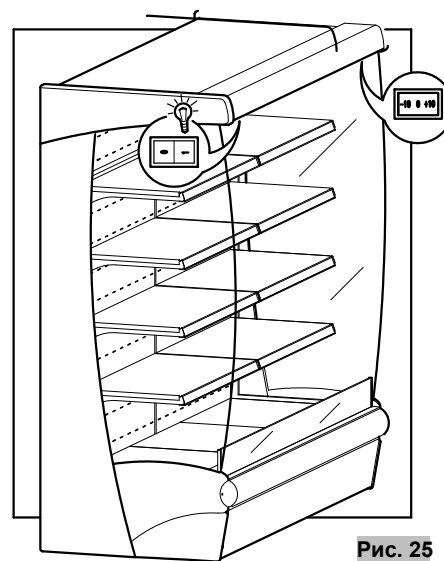

Рис. 25
- Ввести вилку в розетку и включить выключатель света и двигателя, смонтированный под декоративной вуалью (Рис. 25). Легкий шум двигателя и включение дисплея укажут на включение прилавка.
- По истечению примерно 3-х часов, после включения прилавка, можно приступать к заполнению прилавка, расположенный внутри прилавка термометр (Рис.25) обозначит рабочую тем-переатуру.